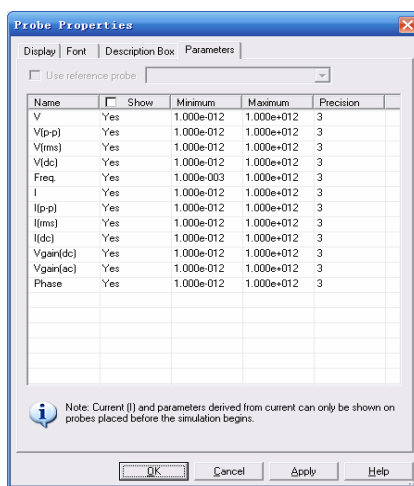

图 5-192 “Parameters”选项卡
- “Parameters”选项卡：测试结果描述，如图 5-192 所示。